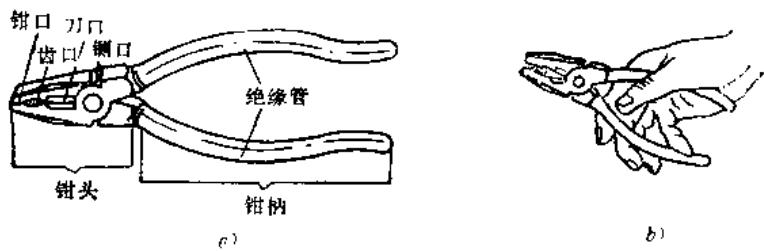

图 1-4 钢丝钳
2. 钢丝钳 钢丝钳是钳夹和剪切工具，由钳头和钳柄两部分组成。钢丝钳的功能较多，钳口用来弯绞或钳夹导线线头，齿口用来紧固或旋松螺母，刀口用来剪切导线或剖削软导线绝缘层，铡口用来铡切电线线芯和钢丝、铅丝等较硬金属。常用钢丝钳的规格有150、175和200毫米三种。电工用的钢丝钳，钳柄上应套有耐压为500伏以上的绝缘套管。钢丝钳的外形构造见图1-4。